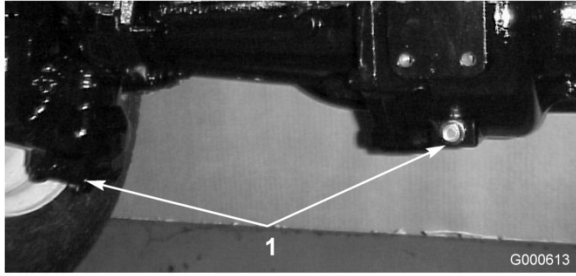

Figure 46
- Nettoyez la surface autour des 3 bouchons de vidange, 1 à chaque extrémité et 1 au centre (Figure 46).